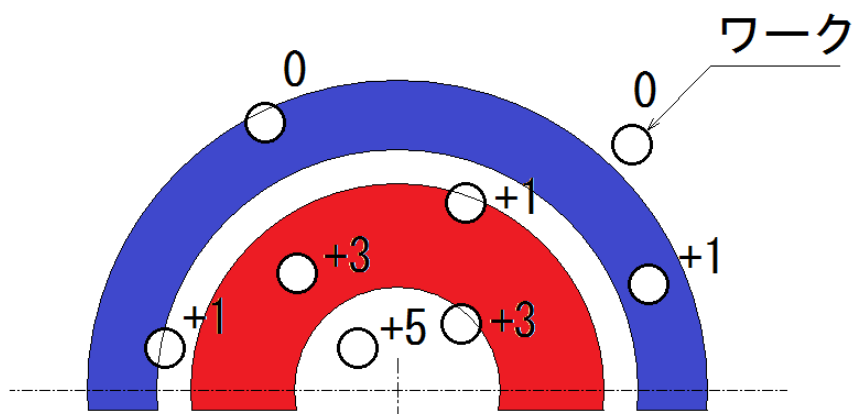

図3 ワークの位置とポイント
- (1) 競技者は指定されたコース上のスタートエリア内にロボットを設置してください。
- (2) 競技者は所定の位置にワークを設置してください。
- (3) 競技者は審判長のスタート合図の後、EV3 本体のスイッチを押すことによりロボットをスタートさせます。
- (4) ロボットはスタート後、スタートエリアを出てコースに置かれたワークをロボットのアームを用いて搬送エリアに搬送します。搬送されたワークは、競技終了まで取り除きません。
- (5) 搬送したワークにロボットが触れてワークの位置が変化しても競技は継続します。
- (6) 競技時間内に全てのワークが搬送された場合、その時点の時間（時間記録）が計測されます。
- (7) 搬送完了後にロボットが接触する事などにより、ワークの転倒や搬送エリアからはみ出すなど、搬送完了状態が解除された場合には時間記録は取り消され、競技は継続します。
- (8) 全てのワークを搬送したロボットは、スタートエリアに戻ることができます。
- (9) 競技時間終了後、ロボットを速やかに自動停止してください。
- (10) 競技時間終了時点におけるワークの位置と状態によりポイントが記録されます。
- (11) ポイントは次のように付与します。（表 1 および図 3）